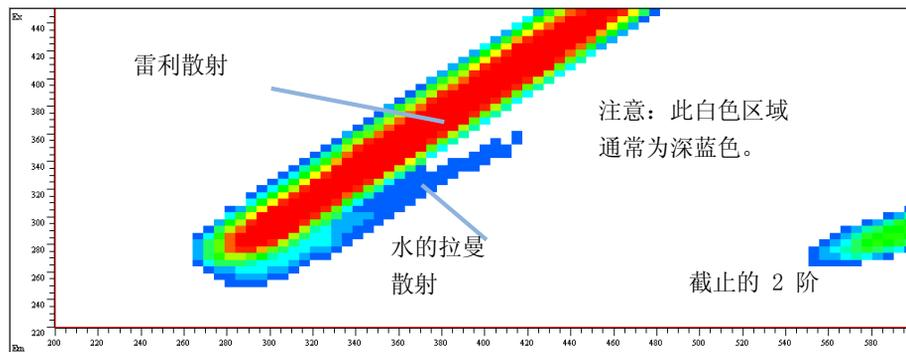

图 47 水的荧光扫描
- 4 定义数据文件名称并进行荧光扫描。在扫描完成之后会出现等吸收扫描结果，请参见“第 102 页的图 47”。